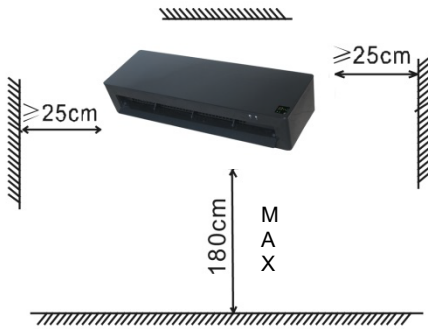

Figure 1
1. Préparer un espace où installer l'appareil (figure 1).